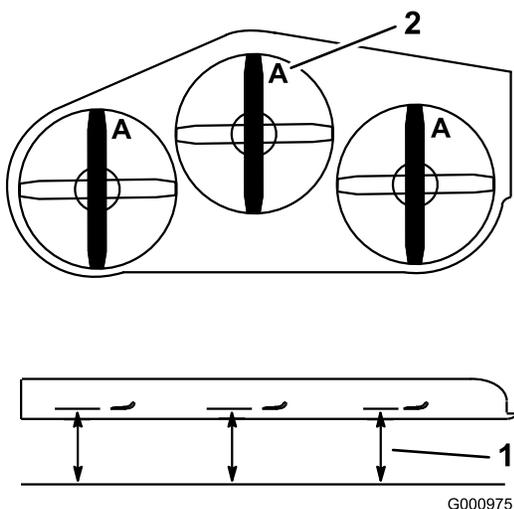

Figura 15
2. Misurate da un piano orizzontale fino al tagliente delle lame, posizione A, (Figura 15).